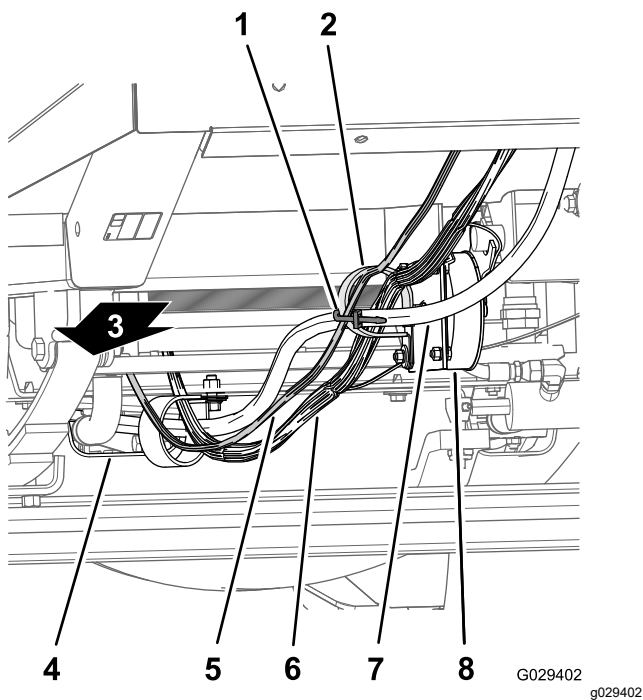
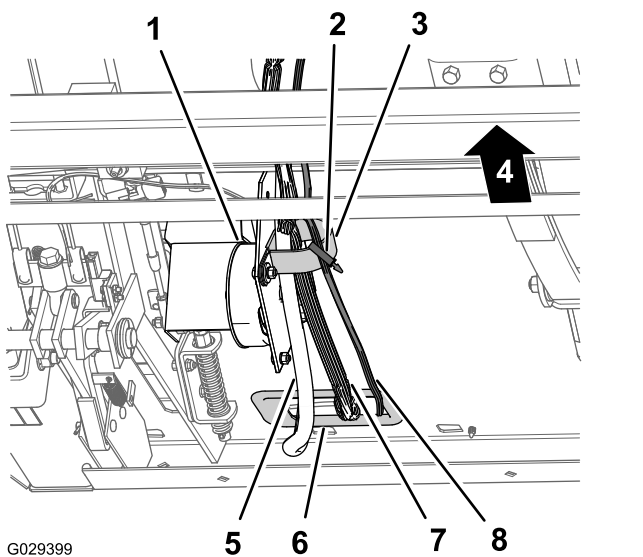

图 13
图 14
1. 沿着线束和机器的转向软管散热器下安装线束的 240cm 仪表板支管穿过散热器支架下面的 R 形软管夹和地面行驶速度控制线圈上的 R 形软管夹图 13 和 图 14。
- 将线束的 240cm 仪表板支管布置到地面行驶速度控制线圈的 R 形夹上图 13 和 图 14。